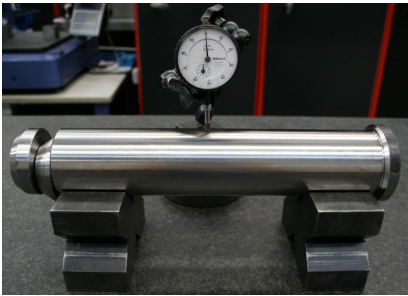

Fig.6
- en caso de deformaciones evidentes, se puede realizar una prueba como en la **Fig. 6**; son posibles otros métodos de control a discreción del cliente (por ejemplo, control en una superficie plana con un calibre de espesor);